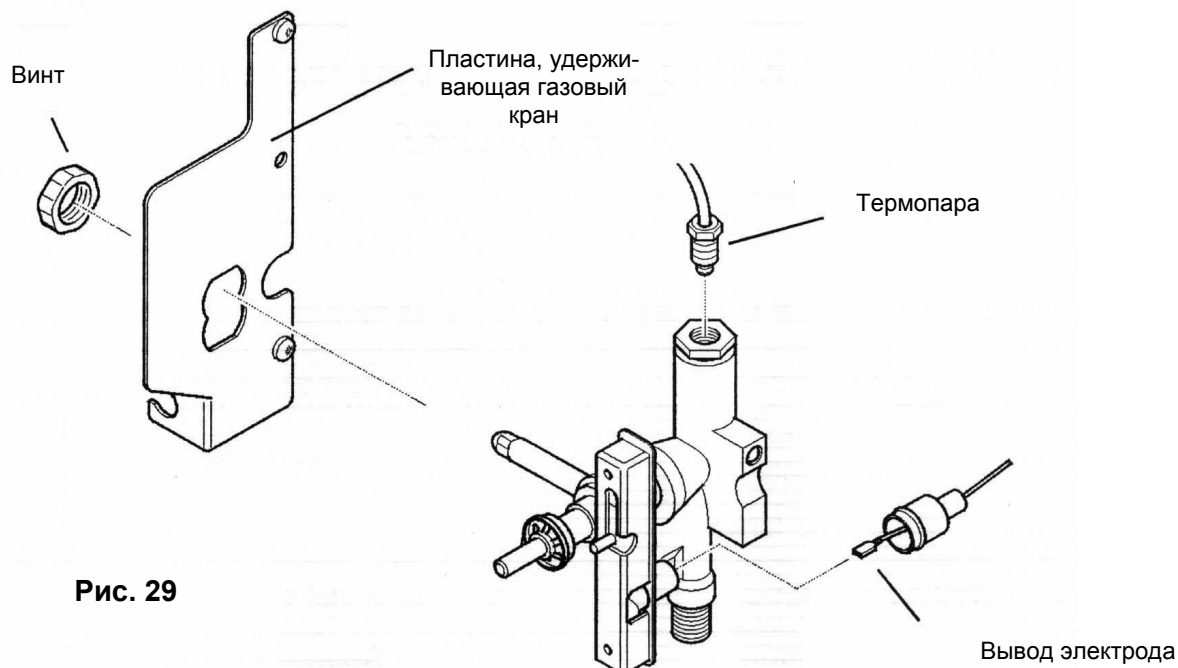

Рис. 29
3. Вывинтите и отложите термопару из газового крана (см. Рис. 29).
7. При этом заметьте положение газового крана по отношению к удерживающей его пластине. Вывинтите винт, удерживающий газовый кран в пластине (см. Рис.29). Выньте кран из пластины и положите его по-дальше от места проведения работ.